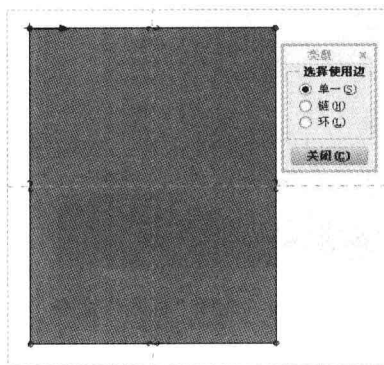

图 5-46 绘制第一个截面
Step 05 弹出“类型”对话框，在绘图区选择 4 条边线，完成第一个截面的绘制，如图 5-46 所示。